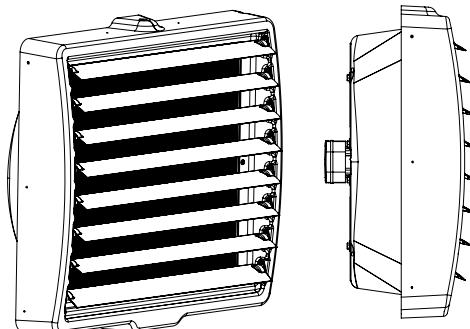

Рис.1
5.1 Тепловентилятор имеет прочный корпус из высококачественного пластика. Внутри корпуса расположен осевой вентилятор и водяной воздухонагреватель (рисунок 1).